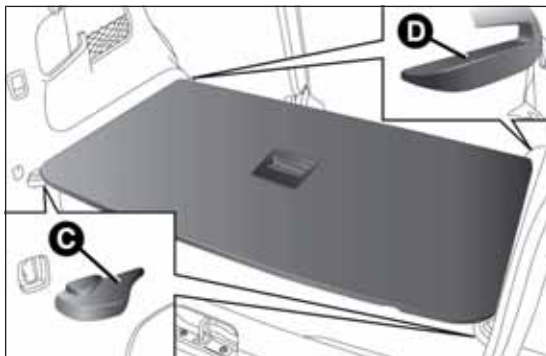

fig. 96
- ☐ colocar correctamente la plataforma B en los alojamientos correspondientes C y D fig. 96 presentes en los laterales.